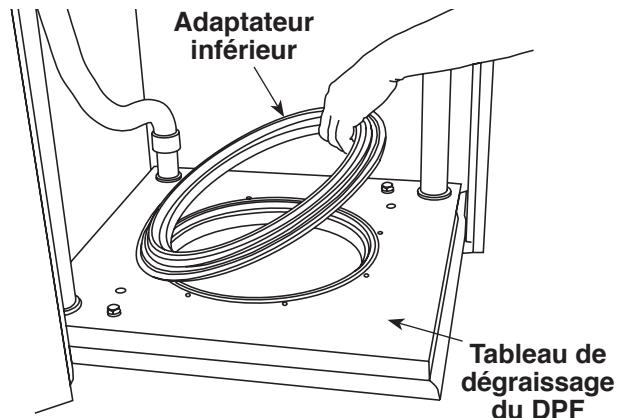

Figure 2
3. Vérifiez que le tableau de dégraissage du DPF est propre. Placez l'adaptateur inférieur sur le tableau en insérant l'extrémité de pilotage de l'adaptateur dans le trou du tableau. La bride de l'adaptateur doit reposer sur la boucle en forme de "o" du tableau. Voir la figure 2.